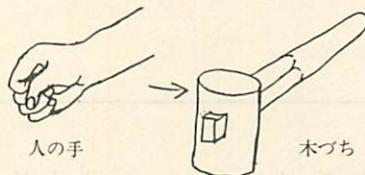

図3
①手でこぶしを作らせ、その形と似た道具は何かを考えさせる。（図3）②市販の木づちを分解させ、ノートにスケッチさせる。同時に寸法を測り、記録させる。そこで、柄と頭部の組み合わせる部分にテープがつけてあることの意味を考えさせる。③けがきの方法を教える。組み合わせ部分の寸法を確実にす